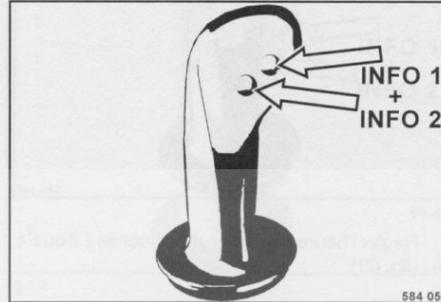

fig. 76
- Appuyer sur les deux touches Info (fig. 76) pendant plus de trois secondes pour accéder au mode d'enregistrement.